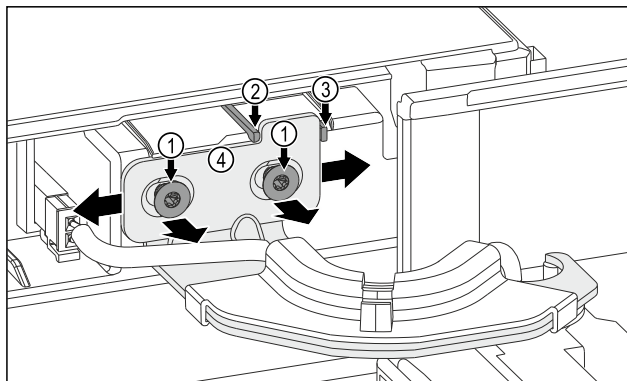

Fig. 11
- ▶ Oldja ki mindkét csavart Fig. 11 (1).
- ▶ Tolja jobbra az ajtót: távolítsa el a biztonsági gombot Fig. 11 (3).
- ▶ Tolja balra az ajtót: távolítsa el a biztonsági gombot Fig. 11 (2).
- ▶ Elérte az ajtó véghelyzetét: húzza meg mindkét csavart Fig. 11 (1).